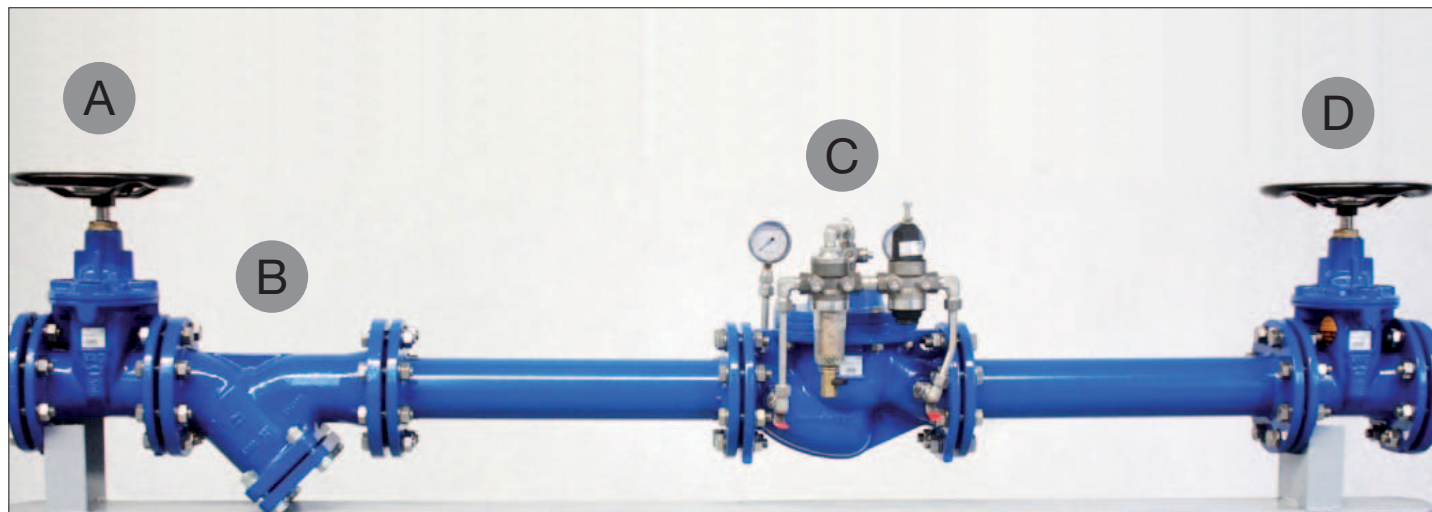

Рис. 1: Рекомендованный порядок установки PK VAG PICO®
PK VAG PICO® - регулирующая арматура для установки на горизонтальных трубопроводах (исключения перечислены в Разделе 4.4). При монтаже арматуры между фланцами трубопровода нужно убедиться, что они находятся в одной плоскости и на одной оси. Как показано на рис.1, PK VAG PICO® (C) следует устанавливать между двумя запорными